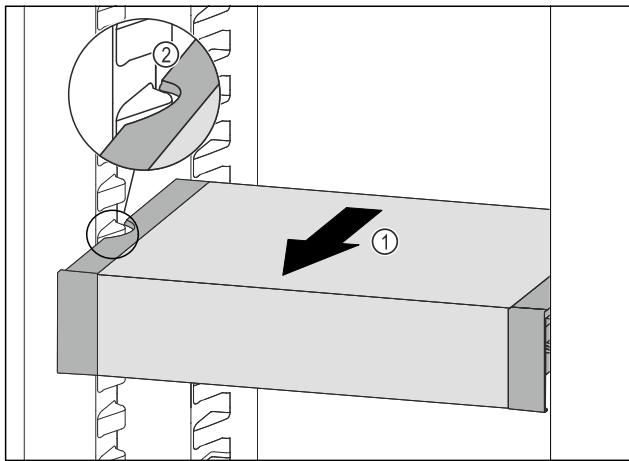

Fig. 114
- Изтеглете VarioSafe напред Fig. 114 (1), докато страничните прорези на VarioSafe се намират на височината на реброто на съда в хладилната част. Fig. 114 (2)